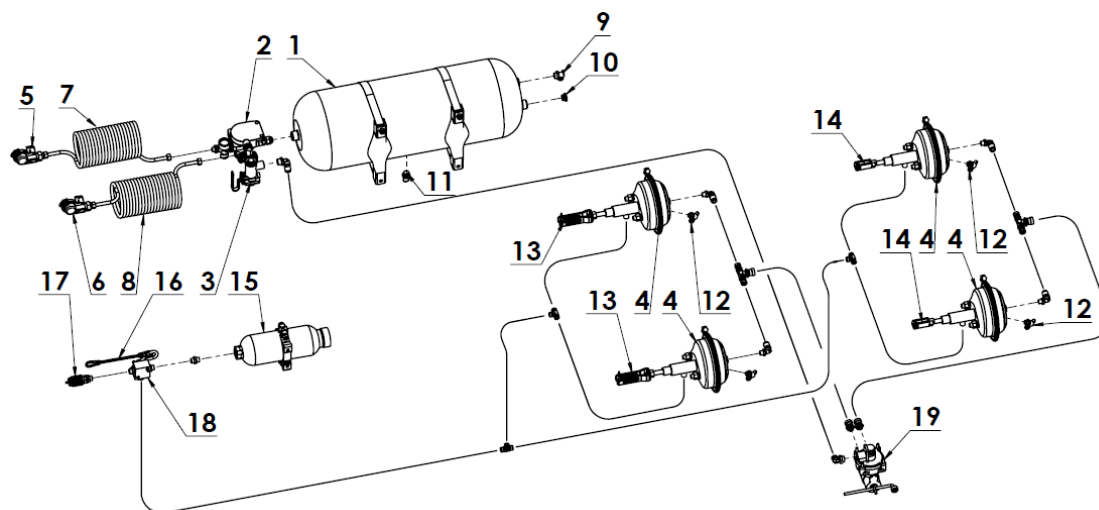

Abbildung 13. Hydropneumatische Bremsanlage mit ALB-Ventil - Dungstreuer N267/2
- Hydropneumatische Bremsanlage mit ALB-Ventil N267, N267/2 (Abbildung 13).